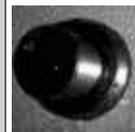

Fig. 12.1
- 4) Appuyer sur le bouton du thermostat pour réenclencher le poêle Fig.12.1.